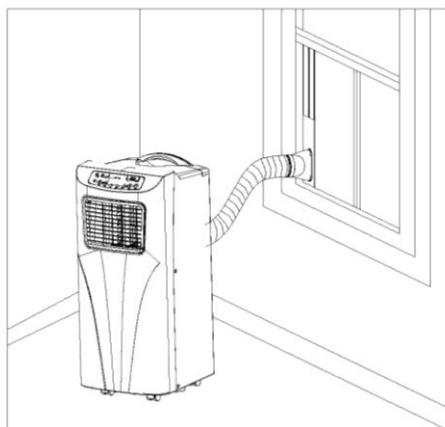
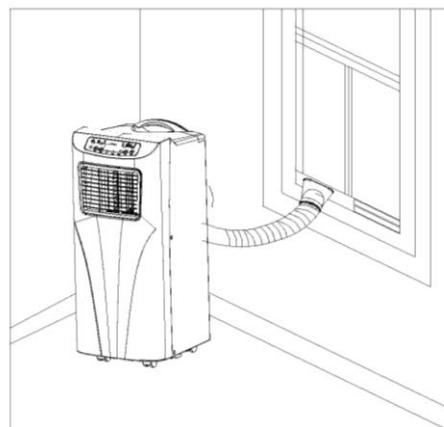

Abbildung 5
Abbildung 6
- 2) Verlängern Sie das Abluftrohr (wie in Abb.5 und Abb.6 dargestellt).